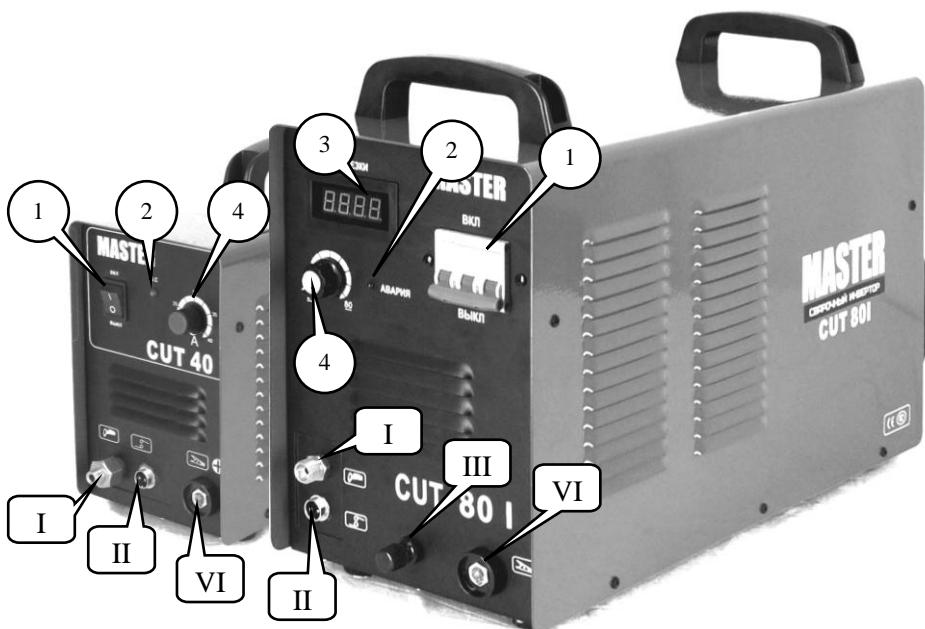

Рис.1. Органы управления и индикации аппаратов
- Подключить силовой разъем воздушно-плазменной горелки к разъему I (Рис.1) аппарата.